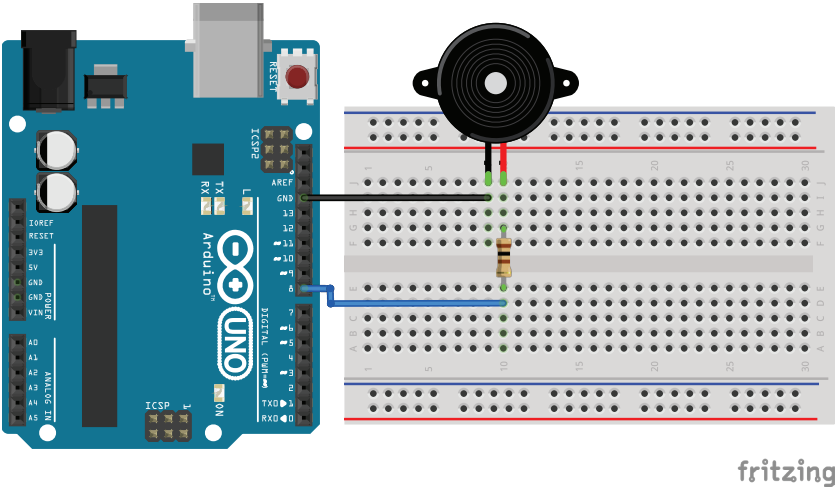

Рис. 10.1. Схема подключения пьезоизлучателя к Arduino
Самым простым вариантом генерации звука является использование пьезоизлучателя. Пьезокерамические излучатели (пьезоизлучатели) – электроакустические устройства воспроизведения звука, использующие обратный пьезоэлектрический эффект – возникновение механических деформаций под действием электрического поля. Пьезоизлучатели бывают двух типов – со встроенным генератором и без. Пьезоизлучатели со встроенным генератором излучают фиксированный тональный сигнал сразу после подачи на них номинального напряжения. Они не могут воспроизводить произвольного сигнала. Их обычно используют для простого звукового оповещения. Если требуется проиграть мелодию, то используют пьезоизлучатели без встроенного генератора и генерируют сигнал отдельно. В эксперименте мы используем пьезоизлучатель без встроенного генератора. Схема подключения пьезоизлучателя показана на рис. 10.1.
1. Подключаем пьезоэлемент к плате Arduino по схеме на рис. 10.1.
3. После загрузки скетча слушаем мелодию на монтажной плате (рис. 10.1).